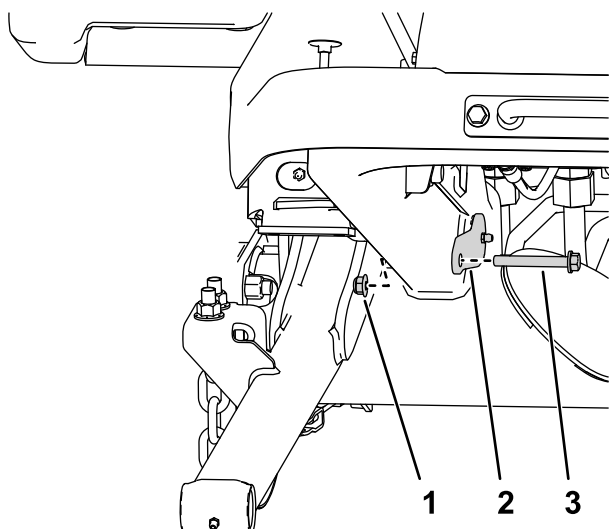

Figura 6
4. Utilizzate 2 dadi ($\frac{3}{8}$ ") e 2 bulloni ($\frac{3}{8}$ " x $2\frac{3}{4}$ ") per fissare i perni grandi al telaio (Figura 6).